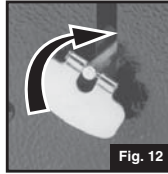

Fig. 12
- Fermez la (les) SOUPAPE(S) AUXILIAIRE(S). Mettez le LEVIER D'ALLUMAGE en position LEVÉE. (Fig. 12 et 13)